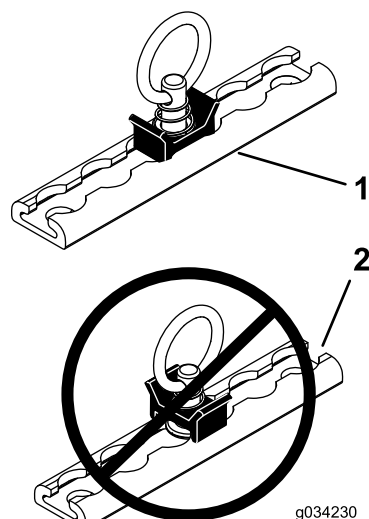

Bild 4
2. Befestigen und verwenden Sie die Ringe, wie in Bild 4 abgebildet.
2. Montieren und verwenden Sie die Ringbaugruppe mit zwei Feingewindeschrauben und Sicherungsmuttern (1/4"), wie in Bild 4 dargestellt.